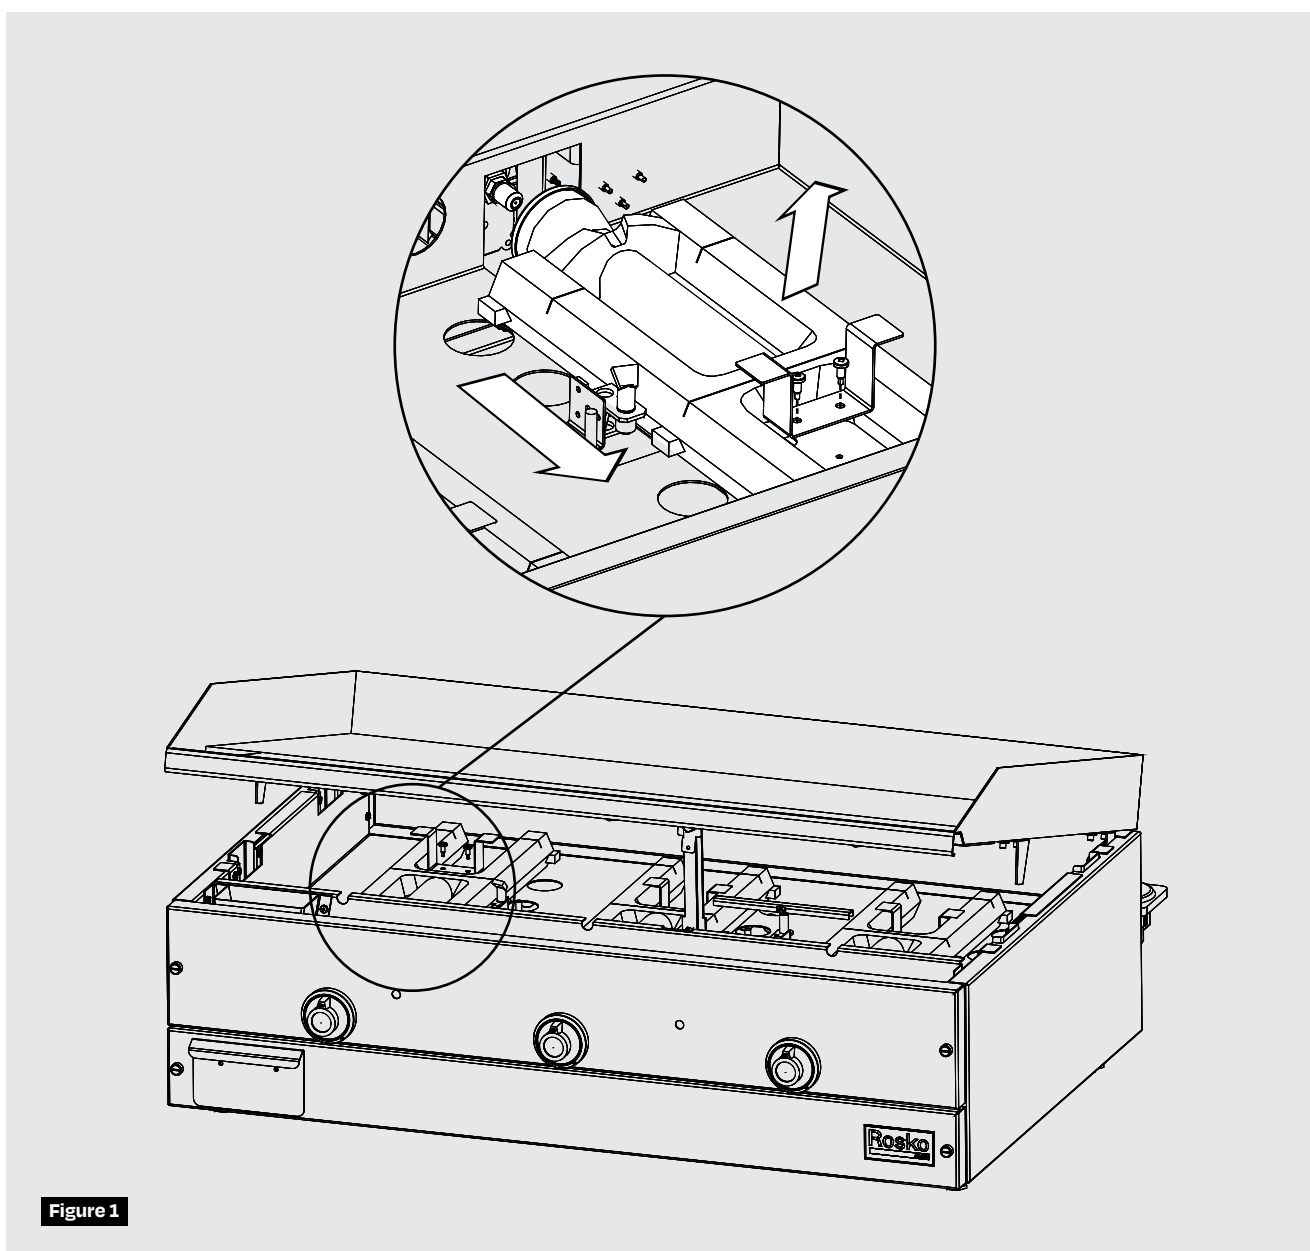

Figure 1
2. Retirer les deux (2) vis de support.
3. Tirer le brûleur vers l'arrière pour avoir accès à l'injecteur de gaz situé dans le thermostat. Répéter pour tous les brûleurs. **(Figure 1)**